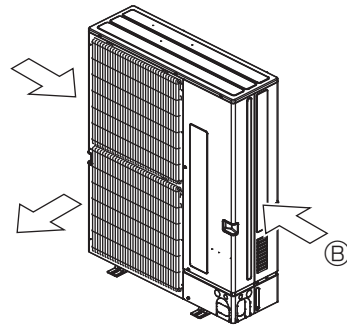

Fig. 2-17
② Розмістіть блок так, щоб повітря виходило по можливості перпендикулярно до сезонного напрямку вітру. (Fig. 2-17)